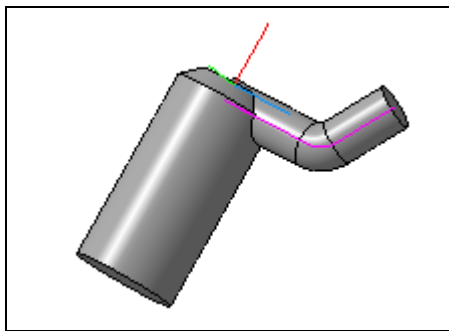

Рис. 28.36. Модель 12 с кинематическим элементом
- ◆ нажмите кнопку **Создать объект**. Система построит ответвление, как на рис. 28.36. В Дереве модели обратите внимание на появление элемента **Кинематическая операция** со своей пиктограммой;